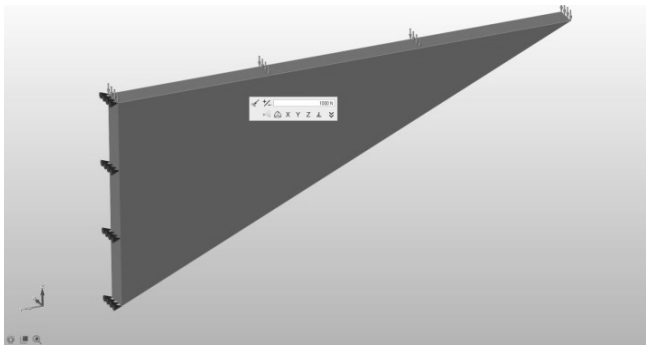

图 1-9
3) 选择载荷图标上的力工具，单击支架上部，在文本框中输入 1000N，方向为 Z-，如图 1-9 所示。